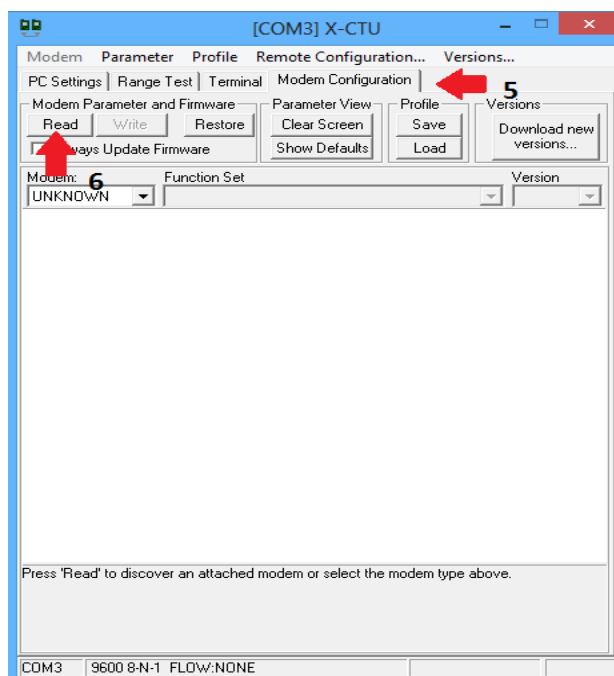

Figura 3.25
5. Seleccionar la pestaña “Modem Configuration”(figura 3.25)
6. Seleccionar la opción “Read” (figura 3.25)